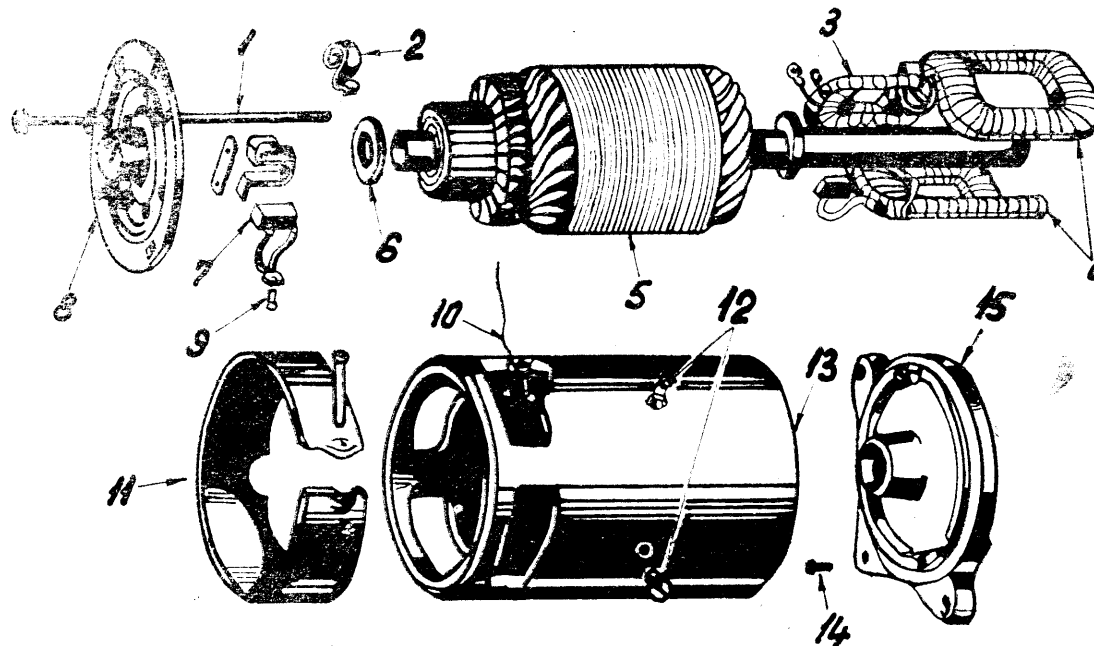

Abb. 135. Auseinanderbau des Anlassers.
12.4.2.2. Auseinanderbau des Anlassers. (Abb. 135)